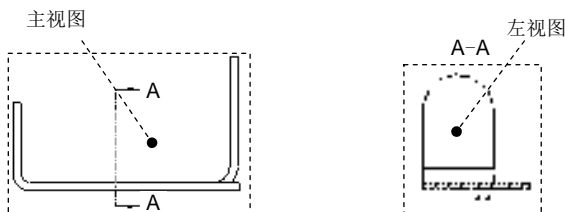

图 10.2.11 创建左视图
(1) 在绘图区右击，从快捷菜单中选择 常规 命令。
(2) 在系统 选择绘图视图的中心点。的提示下，在屏幕图形区选取一点，此时系统弹出“绘图视图”对话框。
(3) 定义视图方向。在对话框的 **模型视图名** 区域中选取视图方向为 V1，然后单击 **应用** 按钮。
(4) 设置比例。在对话框的 **类别** 区域中选择 **比例** 选项，然后选中 自定义比例 单选项，再输入比例值 1。
(5) 设置视图显示。选取 **类别** 区域中的 **视图显示** 选项，在 **显示样式** 下拉列表中选择 消隐 选项，在 **相切边显示样式** 下拉列表中选择 选项。
(6) 单击对话框中的 **确定** 按钮，完成主视图的创建。
Step5. 创建三维钣金件的左视图并添加箭头，如图 10.2.11 所示。